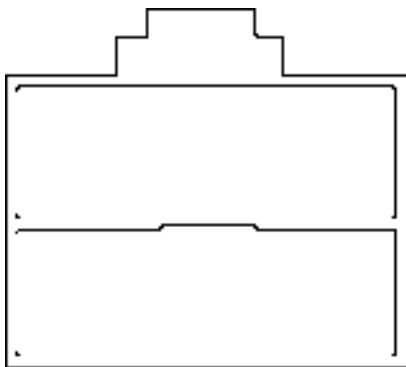

图 3-76 创建内凹墙体造型
6) 按〈Enter〉键即可完成内凹墙体造型的创建, 如图 3-76 所示。